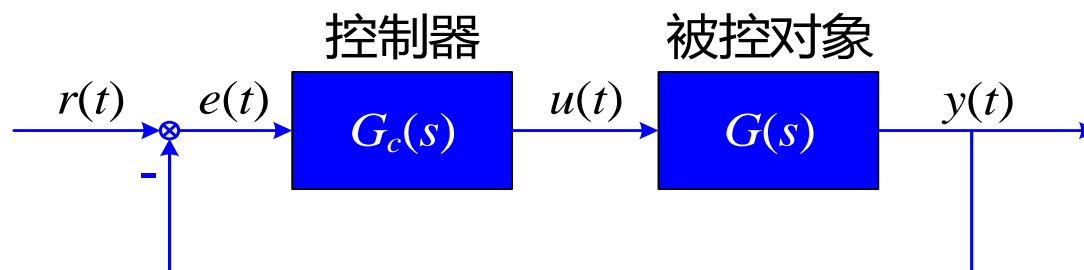

图1 单位负反馈控制系统示意图
- 如图1所示，连续PID控制器的一般表达式为
- 仍然参照图1，对PID的时域表达式进行拉普拉斯变换，可得